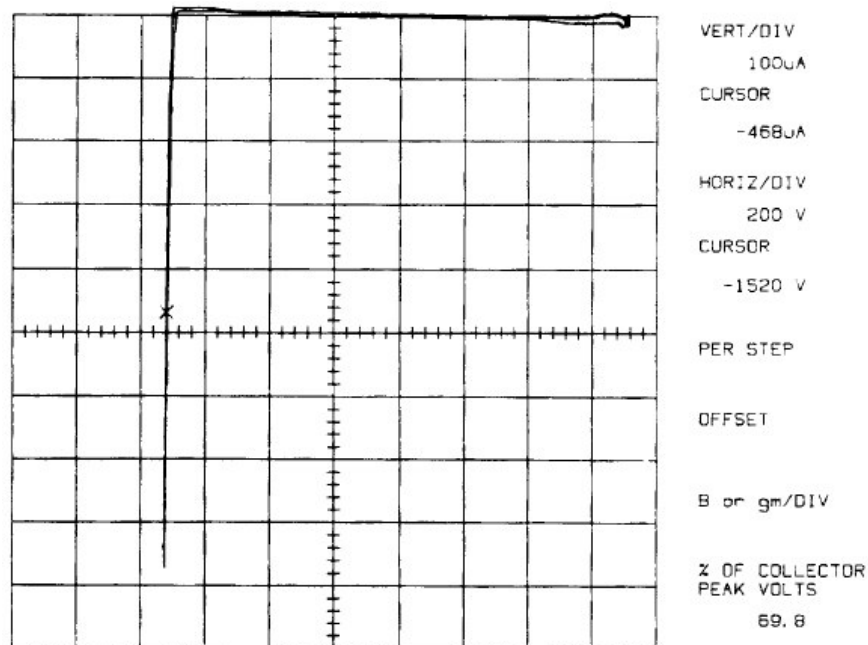

图 3-8 二极管击穿电压和电流电平
9. 进一步顺时针旋转集电极电源 VARIABLE 旋钮，形成击穿电流（环）流。你将看到类似于图 3-8 所示的显示。
垂直 CURSOR(f:1/grad)读出值给出电流电平；水平 CURSOR(f:1/grad)读出值给出击穿电压，如图 3-8 所示。